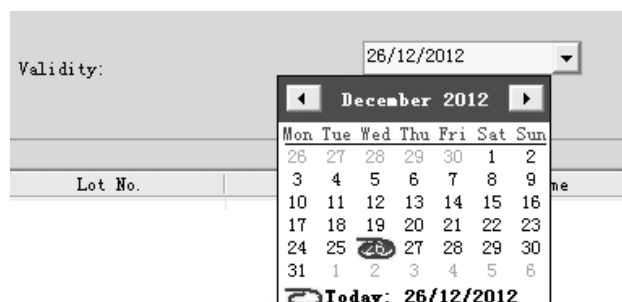

Рисунок 6-4-2
(1) Добавление параметра контроля качества
- (b) При выборе выпадающего списка в поле «Срок годности» (Validity) появится диалоговое окно, показанное на рис. 6-4-2: